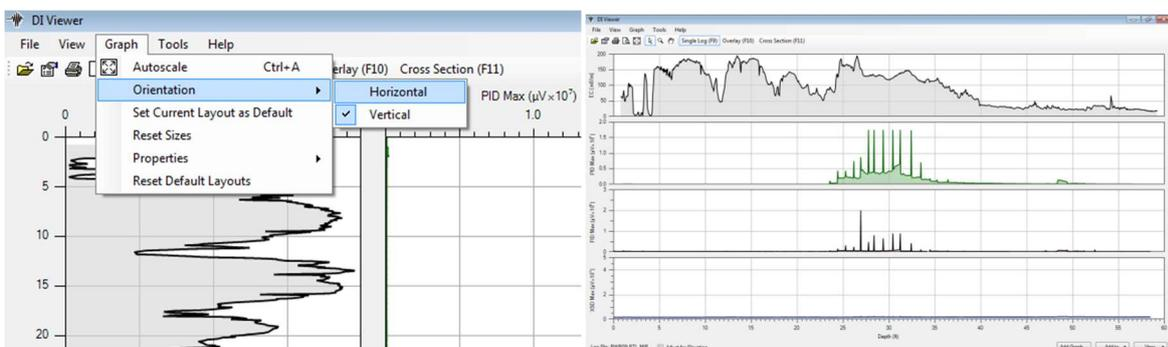

Figure 5 : Le changement d'orientation des graphes de la position verticale à l'horizontale place la profondeur sur l'axe X.
3. Sélectionnez *Orientation* et soit *Horizontal* soit *Vertical* (Figure 5).